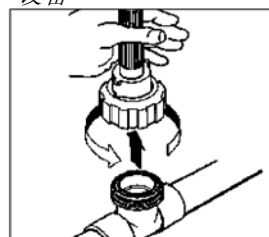

图 22
2. 关闭隔离阀, 打开采样阀, 为系统减压。松开联结圈, 将探测器从流量装置上取下。将探测器垂直拉出, 不要水平移动, 防止折断 (参看图 22)。检查探测器, 如果积垢或污物, 请按第 9 部分——“维护”中的说明清洗探测器。
1. 关闭隔离阀，打开采样阀，为系统减压。松开联结圈，从流量装置上取下探测器。将探测器垂直拉出，不要水平移动，避免折断（参看图 22）。检查探测器，如果有积垢或污物，参考 40 页第 10 部分“维护”，清洗传感器。
9. 倒掉高缓冲溶液。将 pH 探测器重新安装到流量装置中，关闭采样阀，并打开隔离阀（参看图 22）。重要事项：在继续下一步之前，等待 2 分钟，使探测器稳定！重复按下 HOME（首页）键，返回 **SYS DATA（系统数据）**。按下 ENTER（回车）键，检查校准。